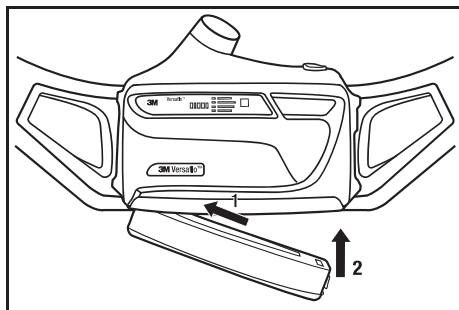

Fig. 8 Instalando a bateria
Para instalar uma bateria carregada, segure a unidade de forma a que o filtro fique de frente para você (Fig. 8).
4. Encaixe a extremidade da dobradiça da bateria no respectivo suporte na parte inferior da unidade (Fig. 8, passo 1).
5. Empurre o lado da trava da bateria para dentro do motorizado até que a trava engate com um estalo (Fig. 8, passo 2).